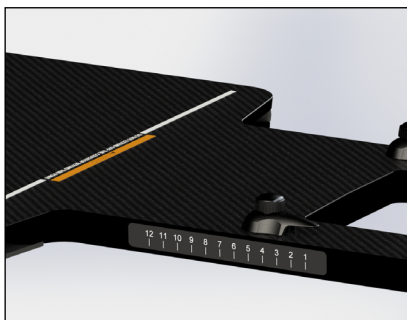

Fig. 3
6. Fäst etiketterna på enheten så att linjen för nummer 12 överensstämmer med den linje som ritats på enheten (Fig. 3).